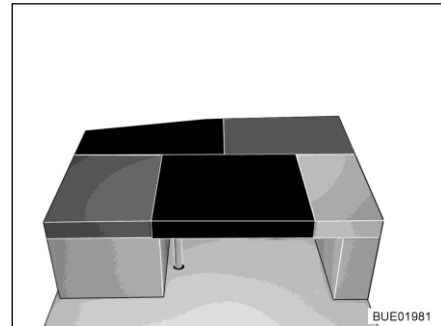

Bild 171 Efter ombyggnaden
- Lägg den rektangulära extra dynan på bordet (mellan sittdynan och sidosätets ryggdyna, se Bild 171).